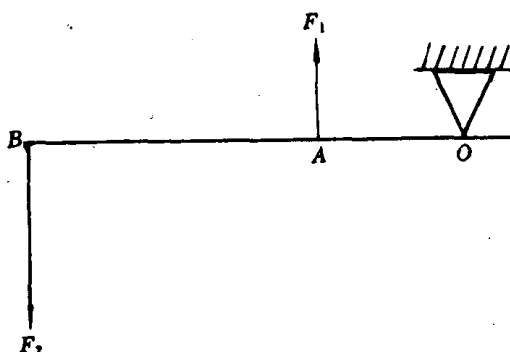

图 1-4 第三类杠杆示意图
(3) 力点 A 位于支点 O 和重点 B 之间的杠杆称为第三类杠杆，如图 1-4 所示。